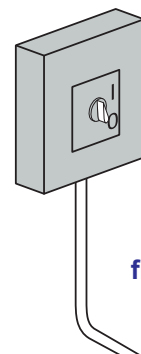

fig. 19
- Spegnerla macchina con l'interruttore generale a muro (vedi fig. 19).